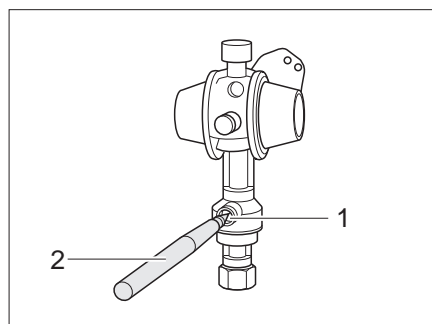

Fig. 161 Crash-Sensor
- A l'aide d'un stylet (Fig. 161,2), enfoncer le bouton de déverrouillage (Fig. 161,1) pendant plusieurs secondes.